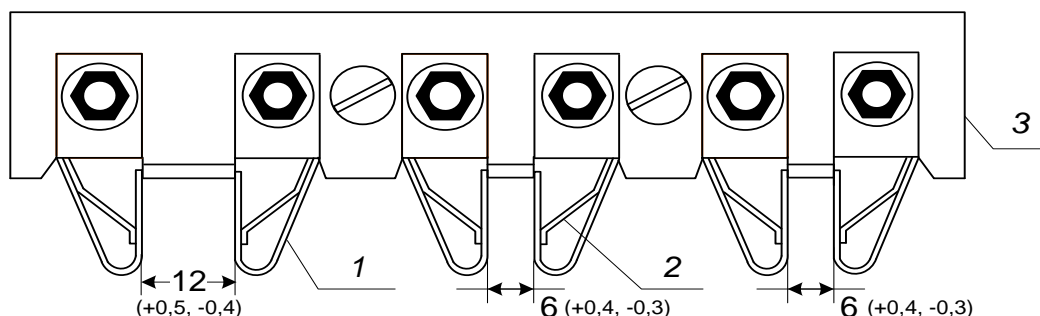

Рисунок 1. Контактная колодка: 1 - контактная пружина; 2 - упорная пружина; 3 – основание контактной колодки.
7.7.2. Проверить (см. рис.1):
- поворачивать ключ с приложением легкого усилия, одновременно перемещая его по профилю пружины, до момента касания упорной пружины контактной пружины (при регулировке правых пружин (см. рис.1) вращение производится по часовой стрелке, а при регулировке левых пружин – против часовой стрелки);